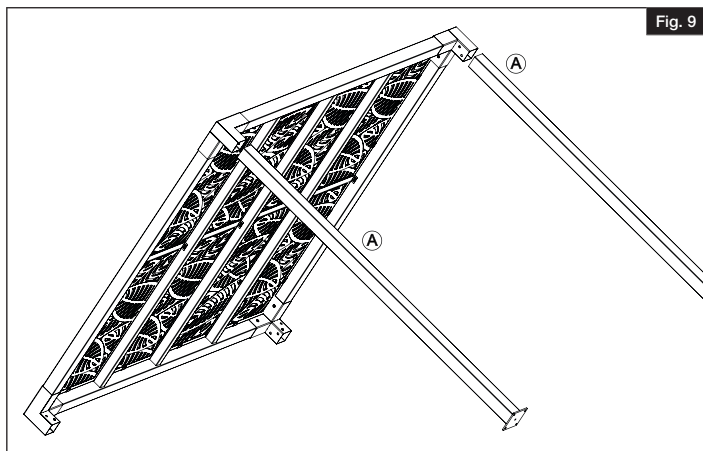

Fig. 9
- 9** Using 2-3 people, tilt the top frame assembly on an angle to insert posts (A) into corner brackets (E) (Fig. 9). Take care that holes are lined up on post & corner bracket assembly.
Con la ayuda de 2 o 3 personas, incline el conjunto del bastidor superior en un ángulo para insertar los postes (A) en las riostras esquineras (E) (Fig. 9). Tenga cuidado de que los agujeros estén alineados en el montaje del poste y la riostra esquinera.